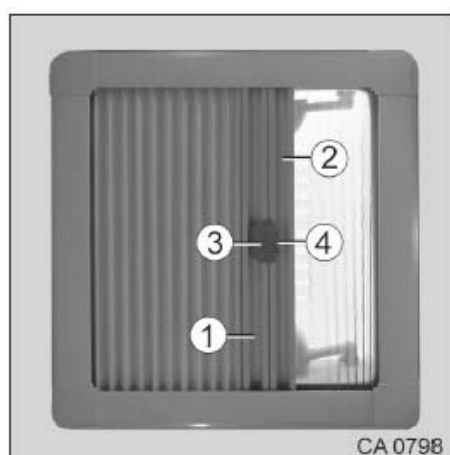

Fig. 58 Stores sur le lanterneau
1. Déplacer le store occultant (Fig. 58/1) ou le store moustiquaire (Fig. 58/2) en les tenant aux poignées.
2. Accoupler les deux stores avec la poignée (Fig. 58/3).
3. Pour les désaccoupler, appuyer sur le bouton (Fig. 58/4) et faire basculer la poignée (Fig. 58/3).
4. Détacher la moustiquaire (Fig. 58/2) du store occultant (Fig. 58/1).